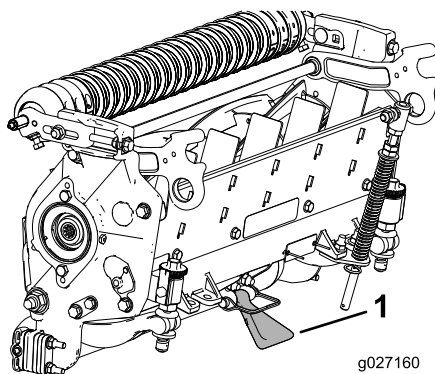

**Рисунок 8**
2. Поверните регулировочные винты планки неподвижного ножа против часовой стрелки, чтобы планка не касалась барабана (Рисунок 8).